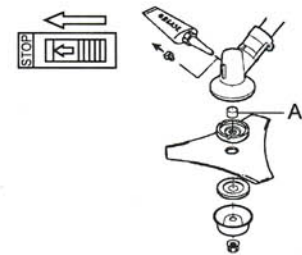

Рис. 23
(2) При закачивании смазки в угловую трансмиссию, выньте шлицевую втулку А, чтобы обеспечить выход старой смазки. (Рис. 23)